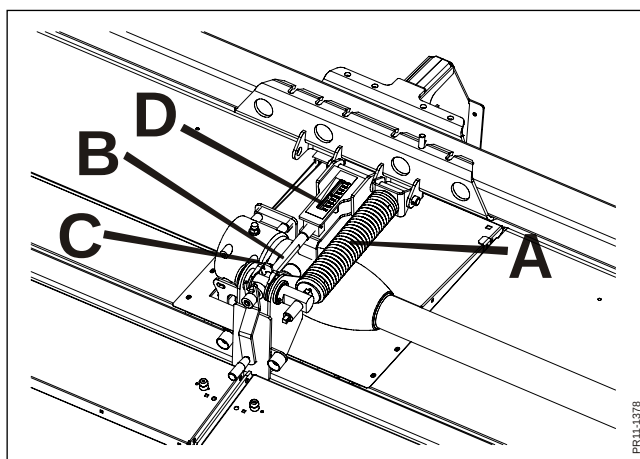

Fig. 3-8
**Fig. 3-8** Die Mähwerke der Maschine sind in einem Rahmen aufgehängt, nach dem **Top Safe** Prinzip von JF-STOLL. Dabei schwenkt das Mähwerk, bei Zusammenstößen mit Steinen u. ä., nach oben. Mittels einer Feder kann man einstellen, wie viel Kraft benötigt wird, um das Mähwerk nach hinten zu kippen. Werden die Bodenverhältnisse zu wellig, muss die Feder **A** gelöst werden.
**Fig. 3-8** Die Maschine hat eine stufenlose Einstellung der Schnitthöhe. Auf der Mitte jedes Schneidwerks befindet sich eine Spindel **B**. Bevor die Spindel mit dem mitgelieferten Universalhandhebel gedreht wird, muss die Schnitthöhenverriegelung **C** nach hinten gekippt werden. Auf der Skala **D** kann man laufend die Schnitthöhe sehen. Die beiden Schneidwerke müssen sich an der gleichen Stelle auf der Skala befinden. Nach der Einstellung die Schnitthöhenverriegelung **C** wieder zurückkippen. Die Schnitthöhenskala ist in Stufen von 1 bis 9 eingeteilt, wobei 1 die niedrigste und 9 die höchste Schnitthöhe ist.